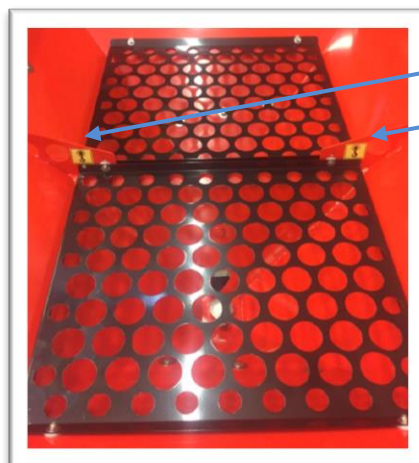

FIG.1g
- Para levantar la máquina se puede enganchar en la zona central de la tolva (FIG.1g).